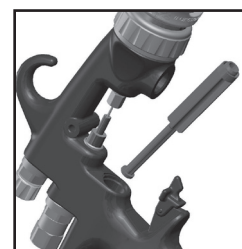

Fig. 30
5. Retirer le joint arrière à l'aide de l'outil d'entretien. (Voir fig. 30 et 31)